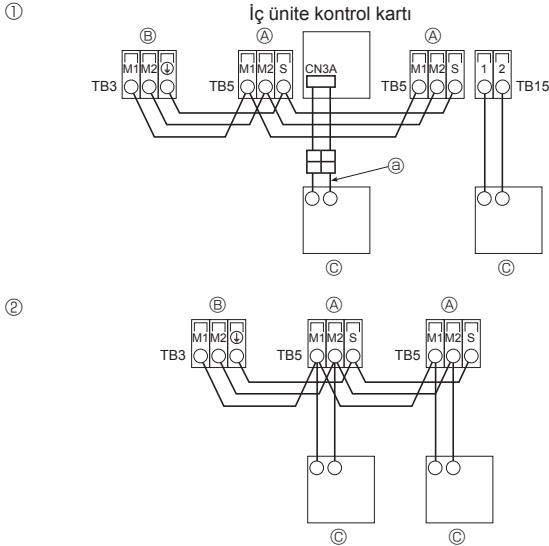

Fig. 7-3
7.4. Uzaktan kumanda ünitesi, iç ve dış iletim kablolarının bağlanması (Fig. 7-3)
① MA Uzaktan kumanda ünitesi
- MA uzaktan kumanda ünitesi kablosu (AKSESUVAR ③)
② M-NET Uzaktan kumanda ünitesi